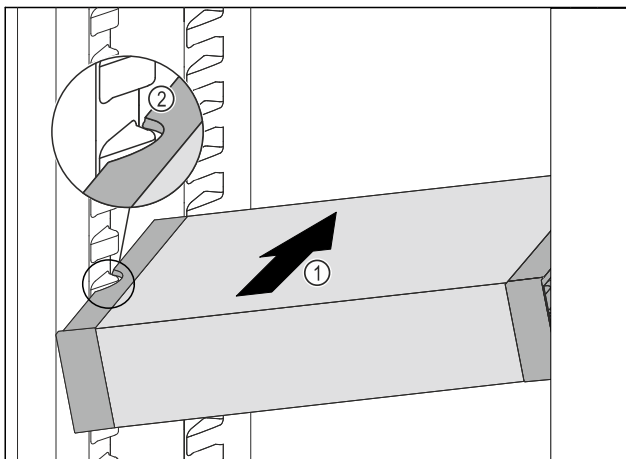

Fig. 163
- VarioSafe schräg in das Kühlteil einschieben Fig. 163 (1), bis sich die seitlichen Aussparungen Fig. 163 (2) des VarioSafes auf Höhe der Behälterrippe im Kühlteil befinden.